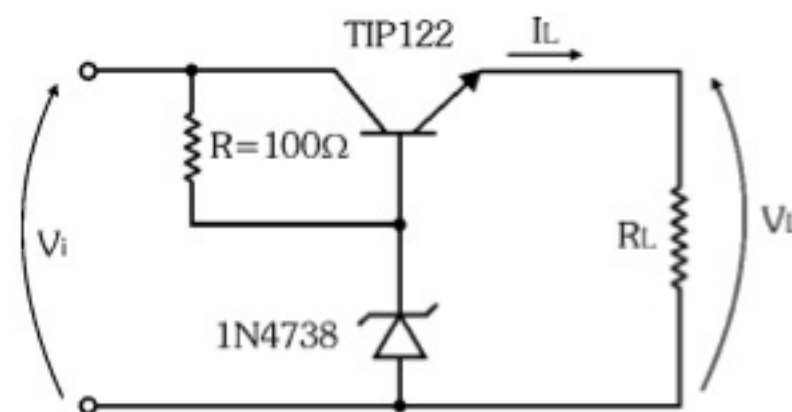

Figura 4.26 - Regulador de tensão com transistor Darlington.
- 4.3) Analise o circuito do regulador série com transistor Darlington dado na Figura 4.26 e especifique a sua capacidade máxima de corrente na carga a partir das características dos seus dispositivos.